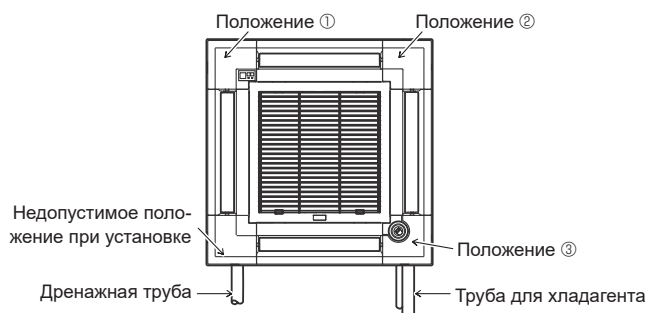

Fig. 9-11
Для главного прибора нельзя устанавливать угловую панель приемника сигналов на стороне дренажной трубы. (См. Fig. 9-11)
- \* Если положение i-see Sensor было изменено с положения по умолчанию (положение 3) на другое положение, измените настройки функции. (См. страница 12 и Fig. 9-11)
- Для главного прибора невозможно установить угловую панель i-see Sensor на стороне дренажной трубы. (См. Fig. 9-11)